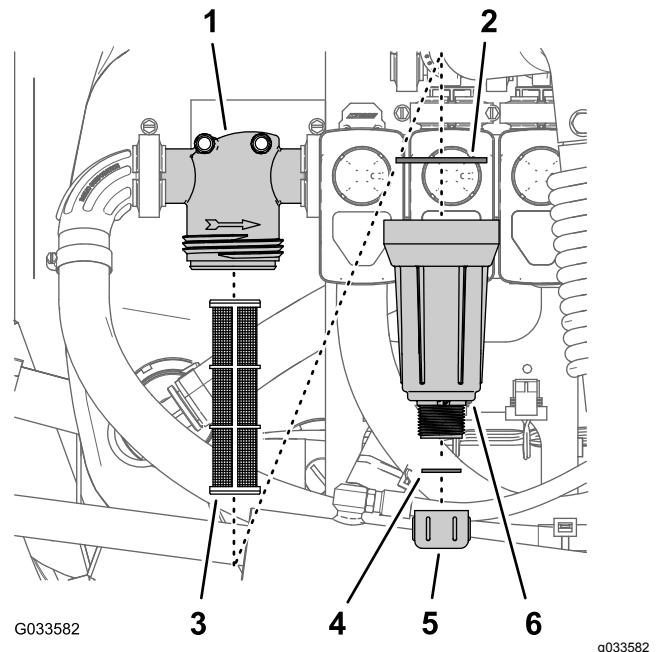

Figure 97
3. Tournez le bouchon de vidange dans le sens antihoraire et déposez-le de la cuvette du filtre sous pression (Figure 97).
4. Tournez la cuvette dans le sens antihoraire et déposez la tête du filtre (Figure 97).
5. Retirez l'élément du filtre sous pression (Figure 97).
7. Contrôlez l'état et l'usure du joint du bouchon de vidange (à l'intérieur de la cuvette) et du joint de la cuvette (à l'intérieur de la tête du filtre) (Figure 97).
8. Montez l'élément filtrant dans la tête du filtre sous pression (Figure 97).
9. Vissez la cuvette sur la tête du filtre et serrez-la à la main (Figure 97).
2. Placez un bac de vidange sous le filtre sous pression (Figure 97).
- Vissez le bouchon de vidange sur le raccord au fond de la cuvette et serrez-le à la main (Figure 97).